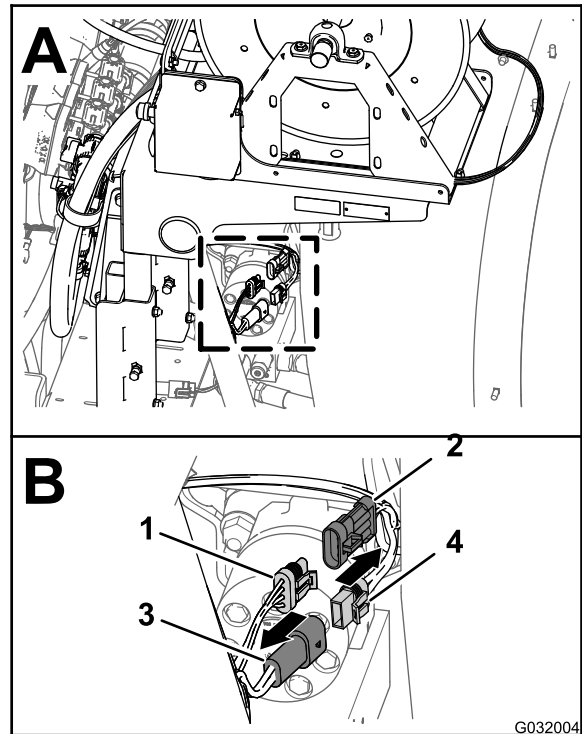

Bild 3
1. Suchen Sie am Heck der Maschine den Kabelbaum für die elektrische Schlauchtrommel an der Rückseite des Sprühbehälters (A in Bild 3).
2. Ziehen Sie den 2-Buchsen-Stecker des Kabelbaums für die elektrische Schlauchtrommel vom 2-Stift-Stecker des hinteren Hauptkabelbaums ab (B in Bild 3).
3-Stift-Stecker des hinteren Hauptkabelbaums ab (B in Bild 3).